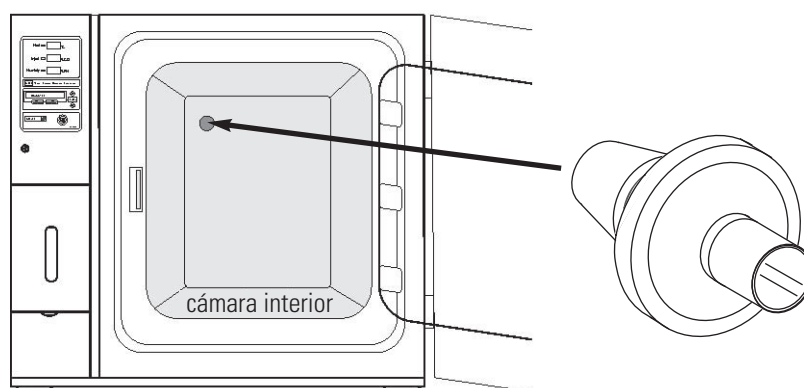

Figura 1-10. Instalación del filtro del puerto de acceso
2. Instale el conjunto del filtro/tope en la abertura dentro de la cámara. Vea la figura 1-10.